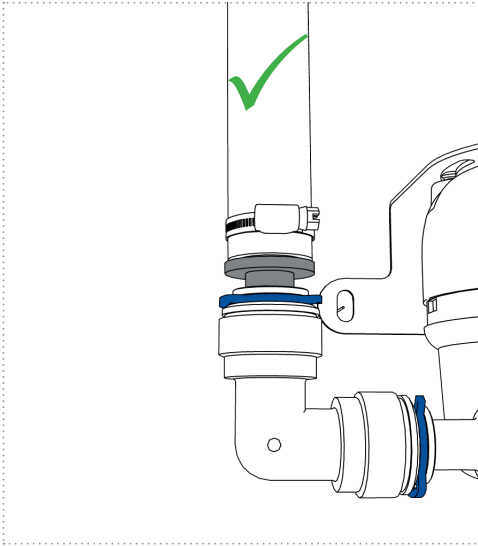

Figure 14a
6. Vérifiez que tous les raccords sont correctement en place et que la liaison avec l'unité UV est sans contrainte (Figures 14a et 14b).